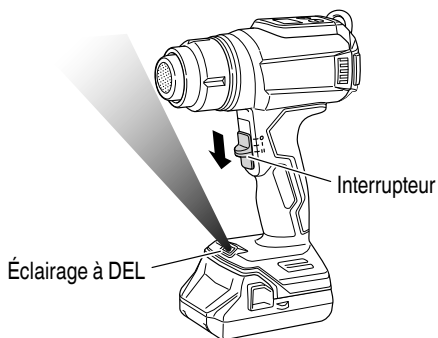

Fig. 11
3. Comment utiliser la DEL d'éclairage. (Fig. 11)